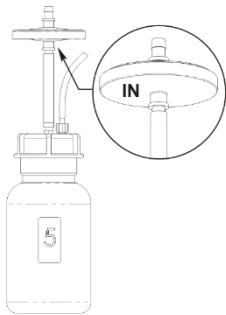

Рисунок 11. Установка фильтра
9.6. Замена гидрофобного фильтра (рис. 11).
Внимание! Соблюдайте расположение фильтра согласно рис. 11. Обозначение **IN** должно быть расположено на стороне входной трубы (ближе к бутыли-ловушке).